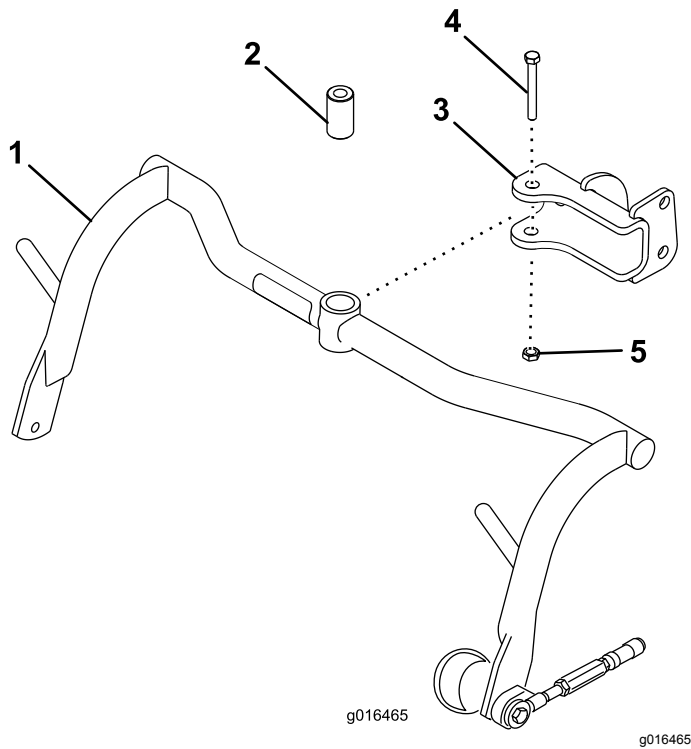

図 8
- 各クレビスにキャリアフレームを取りつけるスペーサ、ボルト $\frac{1}{2}$ " x $3\frac{1}{4}$ "、ロックナット $\frac{1}{2}$ "を使用する図 8。91-113 N·m9.3-11.3 kg.m = 67-83 ft-lbにトルク締めする。